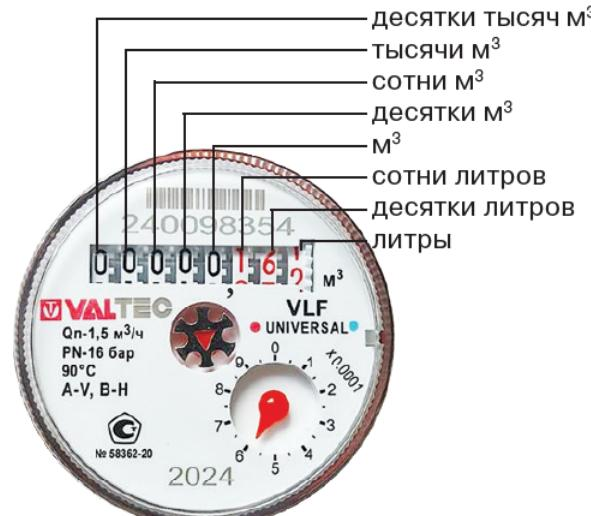

Рис. 3. Табло счетчика
6.1. Показания приборачитываются в прямоугольных окошках табло (см.рис.3):